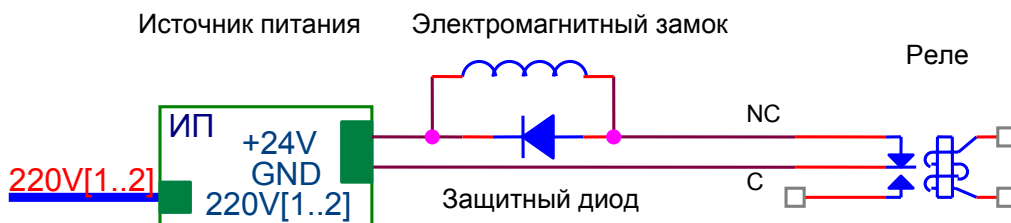

Рис.8. Схема подключения электромагнитного замка с внешним источником питания к нормально-замкнутым контактам реле.
Принципиальная схема подключения исполнительных устройств, требующих для поддержания в запертом состоянии непрерывной подачи питания (нормально открытых исполнительных устройств), например, электромагнитных замков, приведена на рис.8. Для управления используются нормально замкнутая (NC) группа контактов реле, так как на обмотку реле напряжение подается только на время, когда исполнительное устройство должно быть открытым.